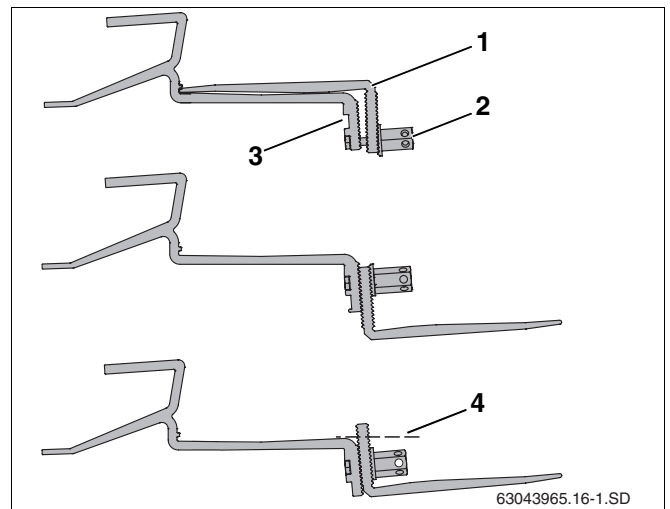

Fig. 17 Voltar a posicionar a parte inferior do gancho para telhados
- ▶ Soltar a porca sextavada comprida (fig. 17, **item 2**).
- ▶ Introduzir o parafuso no furo superior (fig. 17, **item 3**).
- ▶ Apertar ligeiramente a parte inferior do gancho para telhados (fig. 17, **item 1**). Ainda não apertar definitivamente a união.